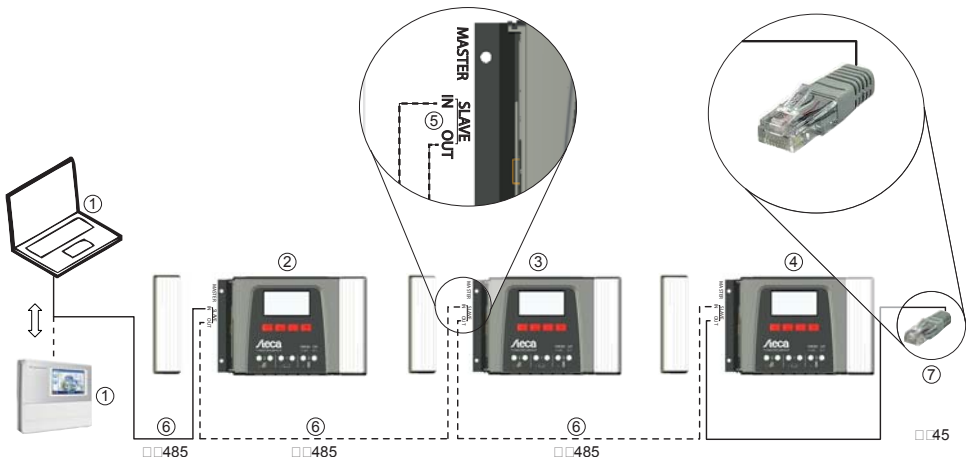

Fig. 2: Câblage du bus esclave
- Seul 1 maître peut être raccorde (Ⓢ) (fig. 2). Maîtres éventuels : un PC, un enregistreur de données ou un autre appareil maître de Steca adapté aux installations en site isolé.